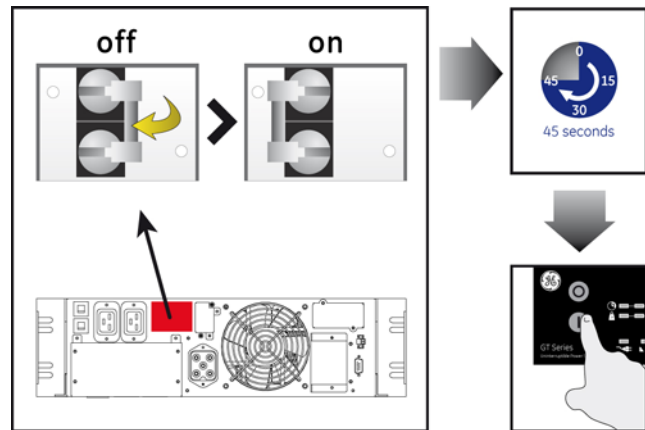

Abb. 4.2.1
2. Schalten Sie den Eingangsunterbrecher in die Stellung "Ein" (Abb. 4.2.1).
2. Schalten Sie die Eingangsunterbrecher aller USV nacheinander in die Stellung "Ein" (Abb. 4.2.1).